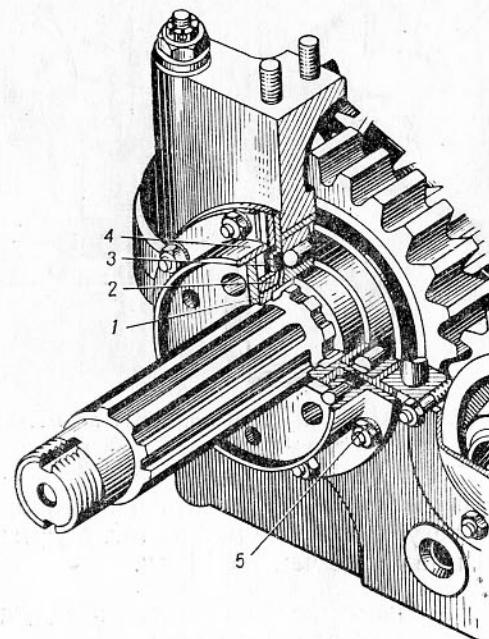

Рис. 25. Установка уплотнительных колец главного вала:
4. Отстопорить, отвернуть гайки 5 (рис. 25) и снять неподвижную чашку 4 и обойму 3 с прокладкой.
1. Вставить поочередно уплотнительные кольца в обойму 3 (рис. 25) и проверить зазоры (см. Технические условия, п. а).